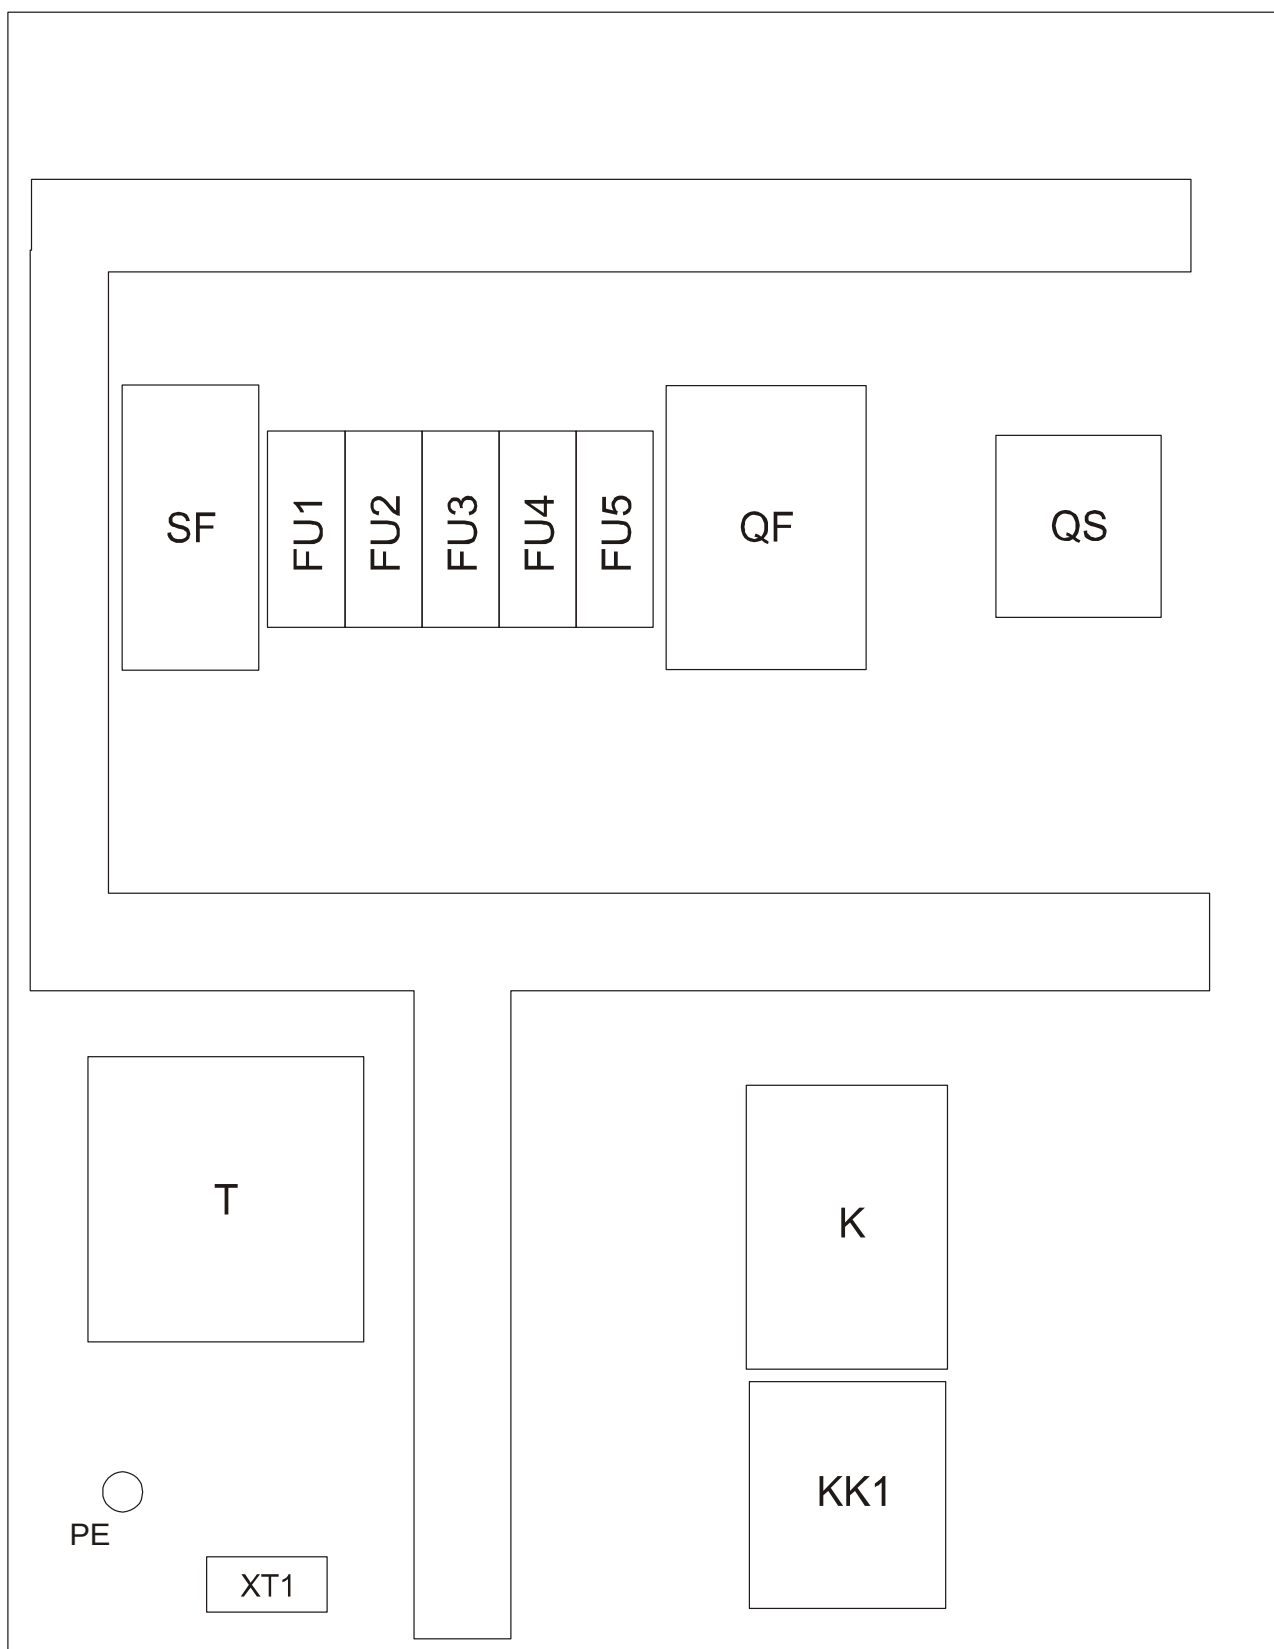

Рисунок 5 – Блок-схема платы монтажной компрессорной установки
14 – Шкаф с электроаппаратурой (см. рисунок 1) представляет собой короб закрытого типа с установленной платой, на которой смонтирована пуско-регулирующая аппаратура, и устройства защиты (блок-схему см. рисунок 5).
- 3) Плавкие предохранители FU1- FU5 – (см. рисунок 5) защита цепей управления и сигнализации;